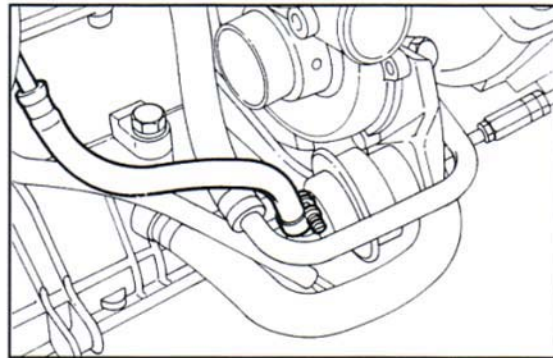

Fig. 46 ▼
- allentare la fascetta e scollegare la tubazione comando valvola waste-gate dal complessivo turbocompressore sinistro (**Fig. 46**);
- slacken the clamp and disconnect the waste-gate valve command tube from the left turbocharger assembly (**Fig. 46**);